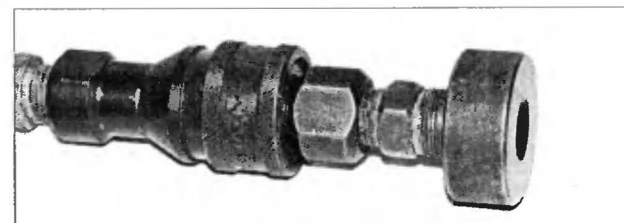

Рис. 2.1.16
**Примечание.** Для заправки КЦ вместо клапана Шредера многие специалисты используют муфту Ганзена. Внешний вид такой муфты показан на рис. 2.1.16.